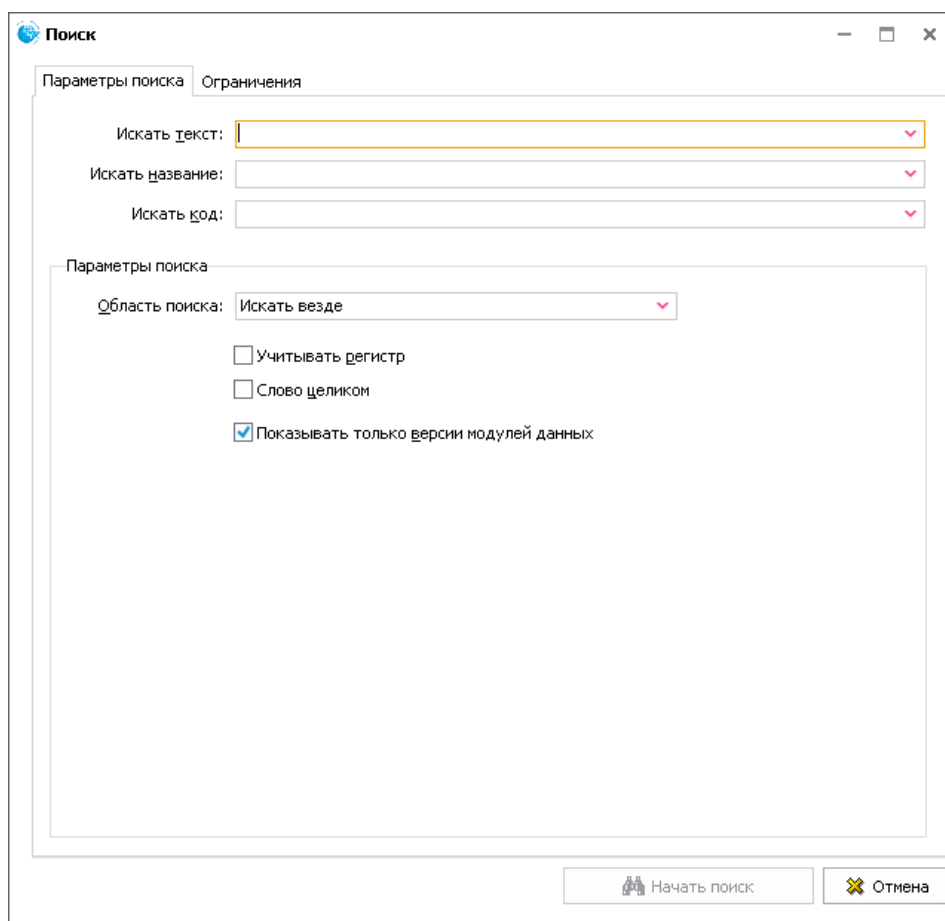

Рис. 63
2. Нажмите на кнопку **Поиск**  на панели инструментов для структуры проекта, в выпадающем меню выберите пункт **Поиск ...** (или нажмите клавиатурную комбинацию CTRL+F). При этом откроется окно **Поиск** (рис. 63).